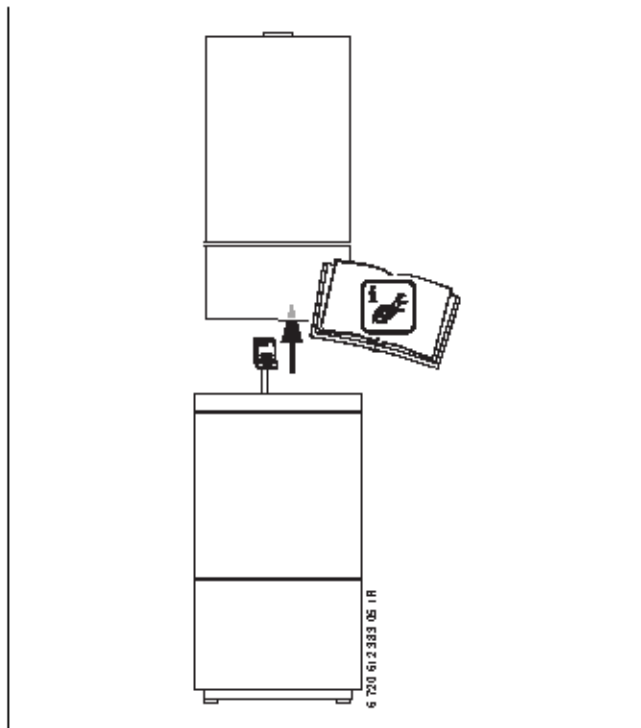

Fig. 5 Cuplarea ștecărilor de racordare
- ▶ Cuplați ștecărul de racord al senzorului pentru temperatura boilerului la echipamentul de încălzire (→ fig. 5).